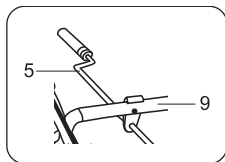

рис. 6
Установите ручку (5) в держатель на средней стойке (9), ручка должна быть расположена прямо, а ее захват обращен вверх (см. рис. 6).